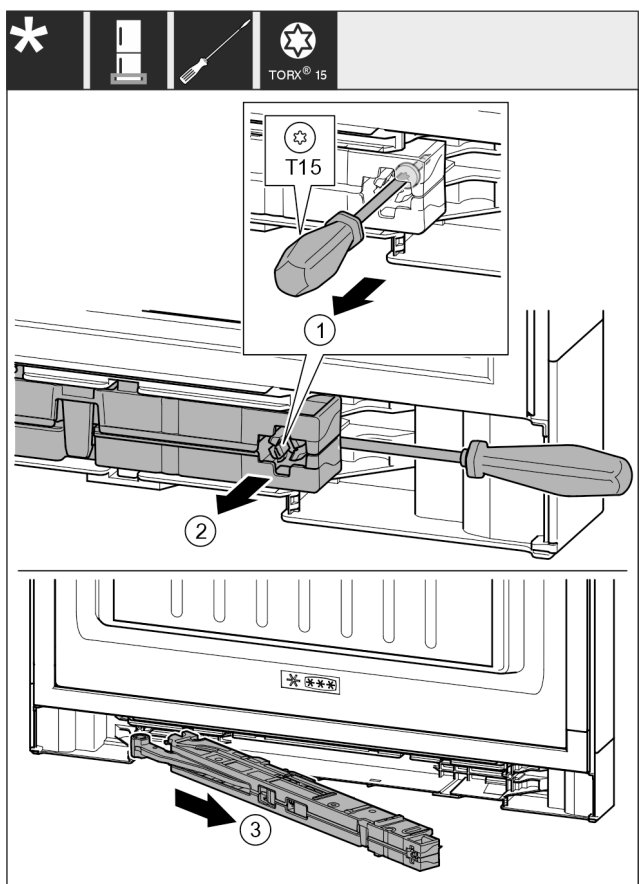

Fig. 21
- ▶ Šroub Fig. 21 (1) na jednotce tlumiče zavírání povolte šroubovákem 14 mm.
- ▶ Vypačte jednotku tlumiče zavírání Fig. 21 (2) na straně madla šroubovákem dopředu.
- ▶ Vytáhněte jednotku tlumiče zavírání Fig. 21 (3).